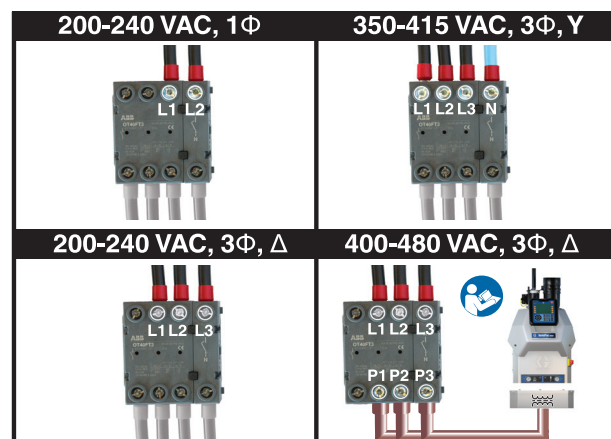

FIG. 16
7. Conecte los cables de alimentación como se muestra en FIG. 16. No todos los modelos usan 4 cables.